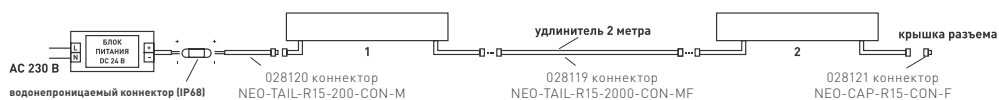

Рис. 5. Установка светильников в линию
- 3.8. Для создания непрерывной световой линии светильники устанавливаются встык. При этом торцевые крышки необходимо демонтировать (см. рис. 5).
- 4.4. При подключении используйте герметичные соединительные муфты, а на свободный разъем всегда устанавливайте крышку (см. рис. 5).